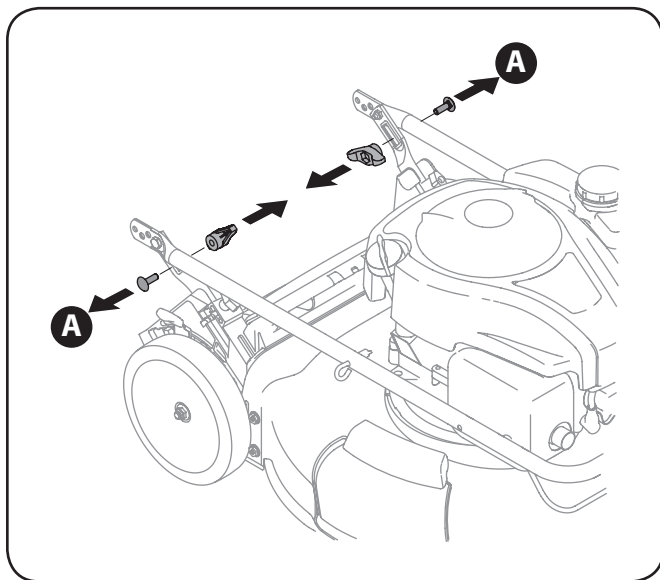

Figura 3-1
- a. Quite los tornillos y tuercas de mariposa transporte desde el mango como se muestra en Figura 3-1. No afloje o quite adyacentes tornillos de cabeza hexagonal.